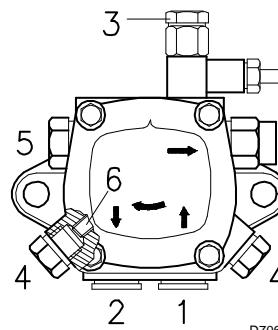

Fig. 21
6.3 Bomba (Fig. 21)
- A fin de que la bomba pueda autocebase, es indispensable aflojar el tornillo 3) (Fig. 21) de la bomba para purgar el aire que pueda haber en el tubo de aspiración.
Para variar la presión de la bomba, usar el tornillo 5) (Fig. 21 pág. 18)